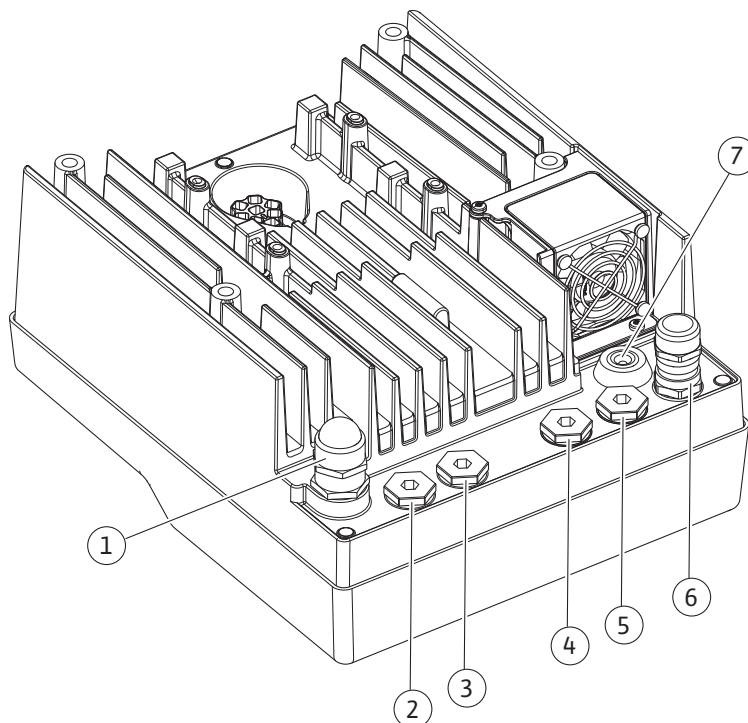

Fig. 8: Кабельні нарізні з'єднання/кабельні під'єднання
- Модуль CIF для інтеграції до системи автоматизації споруди (шинна комунікація): екран під'єднують до кабельного вводу електронного модуля (Fig. 8).
4. Проведіть під'єднувальний кабель через кабельне нарізне з'єднання M25 (Fig. 8, поз. 1). Затягніть кабельне нарізне з'єднання з передбаченим крутним моментом.